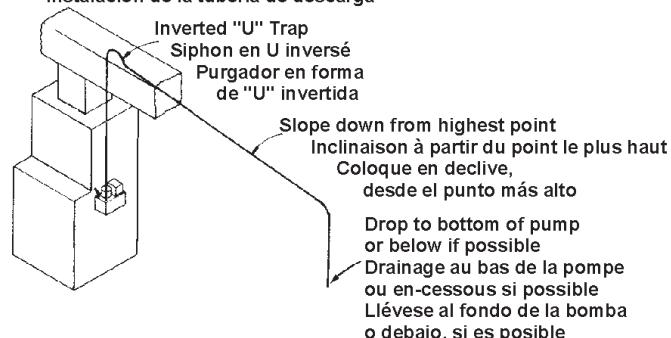

FIGURE 3
- Run flexible tubing or pipe from evaporator drain into one of the three pump inlets. Be sure inlet piping is sloped downward to allow gravity flow (Figure 3). Extend the inlet piping into the tank from 1 to 3 inches to ensure that it will not interfere with proper float operation. Be sure that the inlet piping is cut at an angle where it enters the tank.
1. Courant flexible tubage ou pipe dès evaporator drain into 1 de la 3 pompe inlets. Pour permettre un bon écoulement, s'assurer que le tuyau d'admission est bien dirigée vers le bas (Figure 3). Introduire le tuyau d'entrée de 1 à 3 pouces (de 2,5 à 7,5 cm) à l'intérieur du réservoir afin de s'assurer qu'il ne nuise pas au fonctionnement du flotteur. Vérifier que le tuyau d'entrée est coupé en angle à son entrée dans le réservoir.